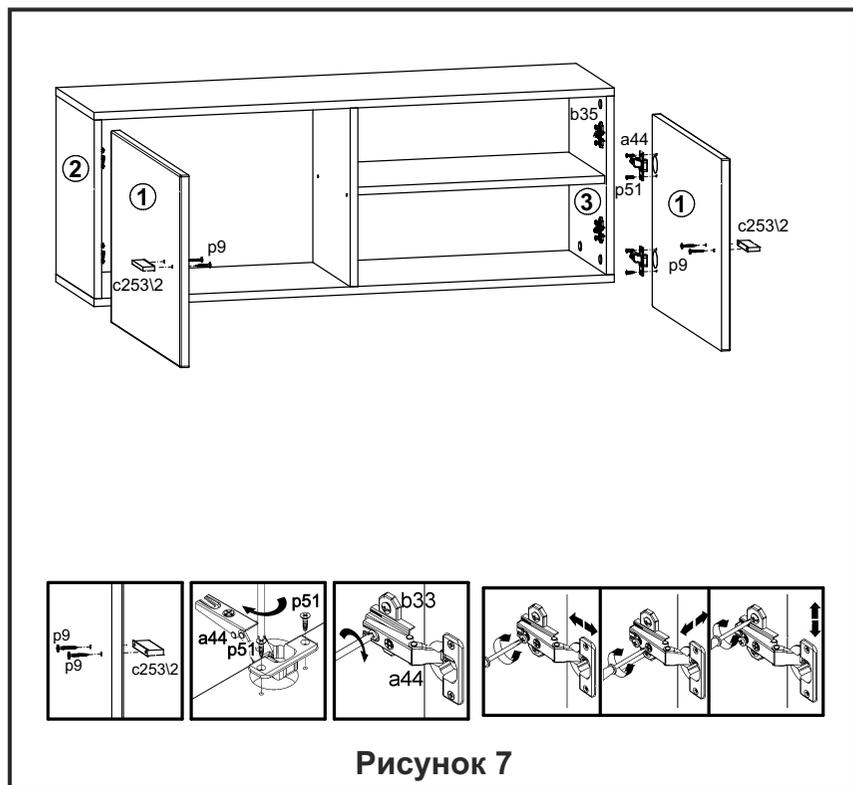

Рисунок 7
18. Положить двери **1** фасадной поверхностью вниз на ровную поверхность и закрепить на них петли шарнирные **a44** шурупами **p51** (см.рис. 7).
19. Навесить двери **1** на корпус шкафа, совместив петли шарнирные **a44** с направляющими петель **b35**. При необходимости отрегулировать положение дверей вращая регулировочные винты (см.рис. 7).
20. На внутренней поверхности дверей **1** в отверстия $\varnothing 5$ мм вставить шурупы **p9**. Снаружи совместить отверстия ручки **c25312** с резьбой шурупов и завернуть шурупы **p9**, удерживая ручку (см. рис. 7).